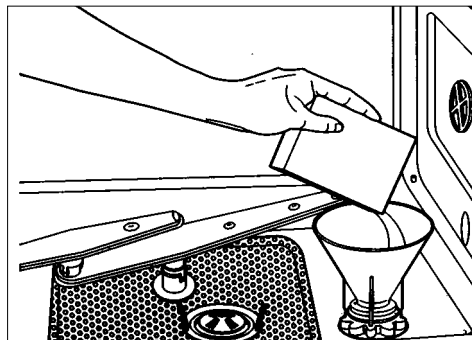

fig. 3
- Le réservoir à sel se trouve au fond et dans le bas du lave-vaisselle. Enlevez le panier du dessous et dévissez le bouchon du réservoir en tournant dans le sens contraire des aiguilles d'une montre; versez le sel à l'aide de l'entonnoir fourni avec le lave-vaisselle (fig. 3).